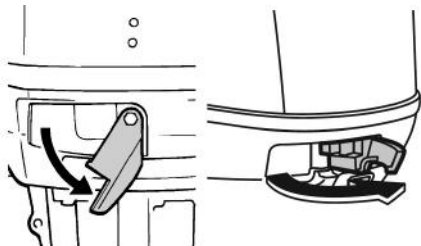

Рис. 21 Снятие кожуха двигателя
2. Переведите рычаг замка кожуха двигателя вниз до упора (для моделей F100EFI–F115EFI: потяните оба рычага на себя) (Рис. 21) и снимите кожух двигателя.